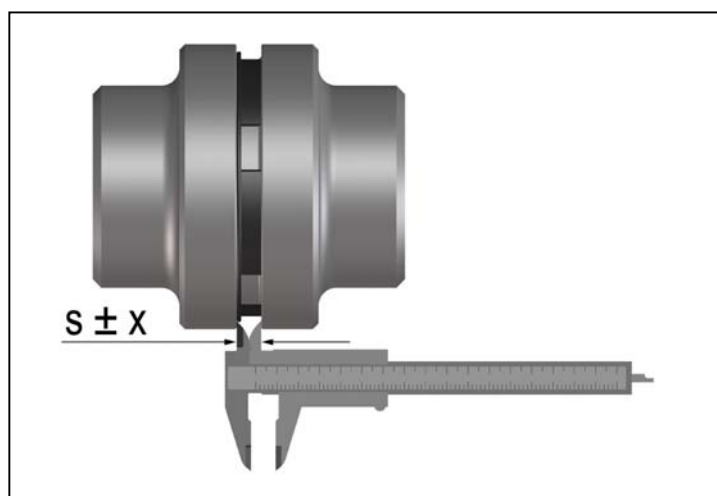

Fig. 8
- Mesurer l'écartement "S" selon fig. 8.